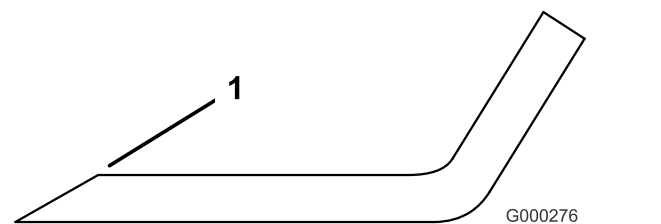

Figura 90
3. Esaminate l'affilatura di tutte le lame e affilate se risultano smussate o scheggiate (Figura 90).
Nota: Affilate soltanto la parte superiore del tagliente e mantenete l'angolo di taglio originale per garantire l'affilatura (Figura 90). La lama resta bilanciata soltanto se viene rimossa una quantità uguale di metallo da entrambi i taglienti.